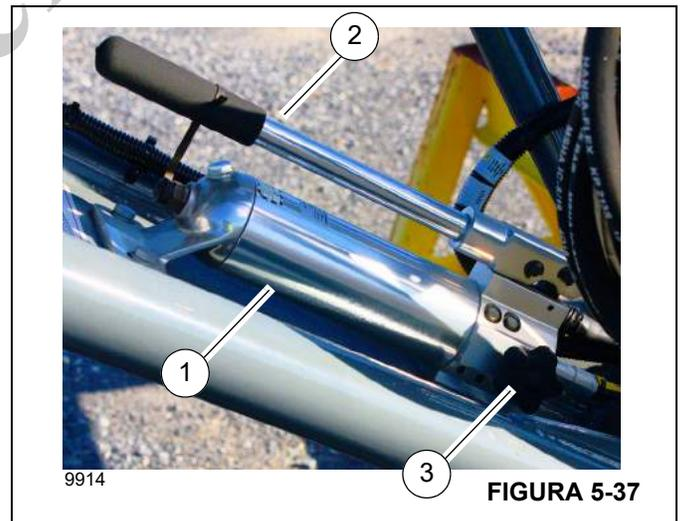

FIGURA 5-37
- Retire os pinos (5, Figura 5-39) e os grampos de retenção (6) do suporte de retração. Prenda a extensão da lança na extremidade da lança usando quatro pinos (5) inseridos através dos furos das conexões de fixação da extensão da lança (1) e dos furos dos olhais de fixação da extremidade da lança (2). Fixe os pinos (5) com os grampos de retenção (6). Use o macaco (1, Figura 5-37) para instalar o quarto pino, conforme necessário, da seguinte forma:
- b. Opere a alavanca do macaco (2, Figura 5-37) para alinhar os orifícios na extensão da lança com o orifício na extremidade da lança.